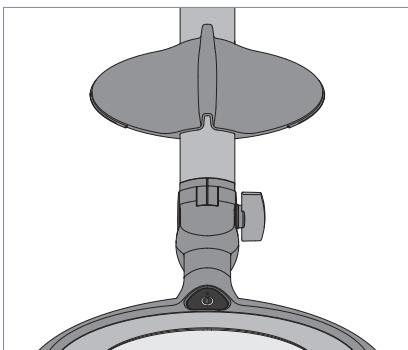

Fig. 4: Ranger le recouvrement de la loupe.
- ▶ Fixer le recouvrement de la loupe sur les tiges du luminaire, voir Fig. 4.